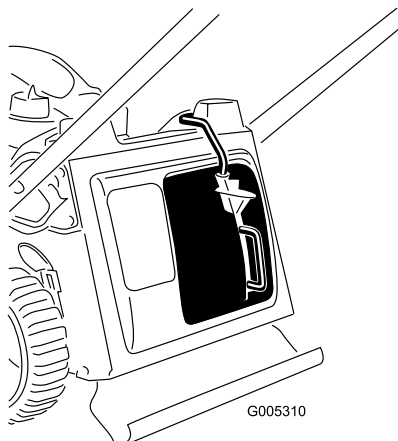

Рисунок 9
3. Отпустите кнопку на рычаге и убедитесь в том, что верхняя часть рычага полностью лежит в канале выключателя (Рисунок 9). Если верхняя часть рычага не находится в канале, то газонокосилка не запустится!